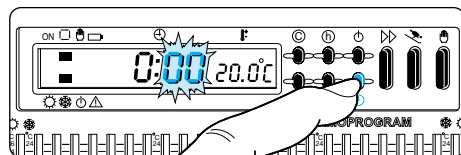

Fig. 12
5.1 - Premere il pulsante  (fig. 12).